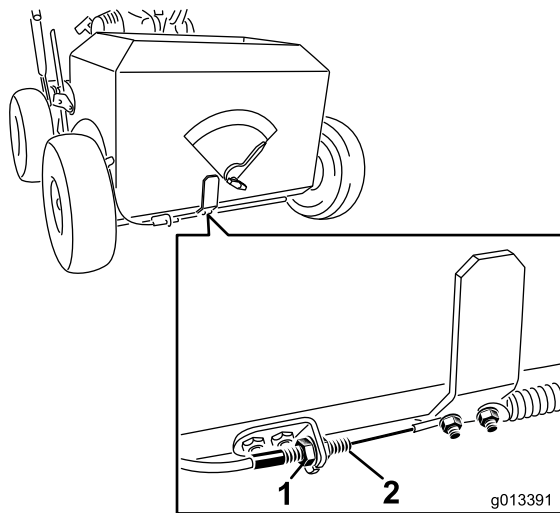

Figure 28
4. Desserrez les écrous sur le câble de commande du volet de distribution (Figure 28).